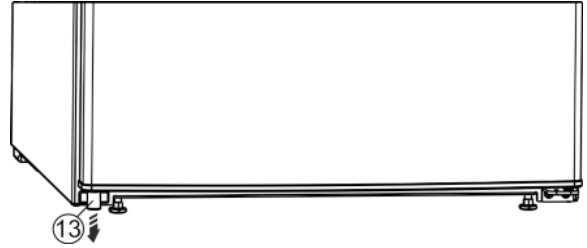

Fig. 4
- ▶ Z drzwi na dole po lewej stronie wyjąć element dystansowy Fig. 4 (13).